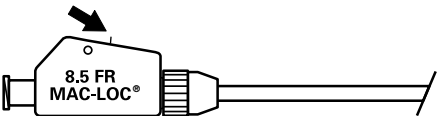

Abb. 3
- c. Überstehenden Faden abschneiden. (**Abb. 3**)